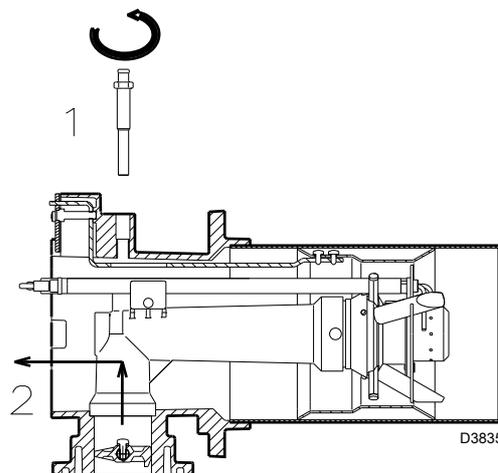

图 12
为了对燃烧头内部（图 12）进行操作，请按如下步骤操作：
- 拆下螺丝 1)(图 12)
- 取出燃烧头的内部部件 2)(图 12)，进行调节。